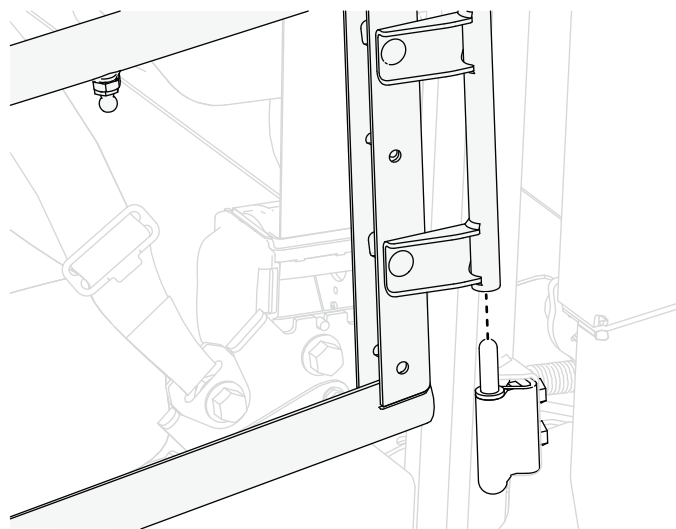

Figure 10
7. Insérez le bas du support de pivot situé sur la porte et dans la charnière inférieure gauche (**Figure 10**).